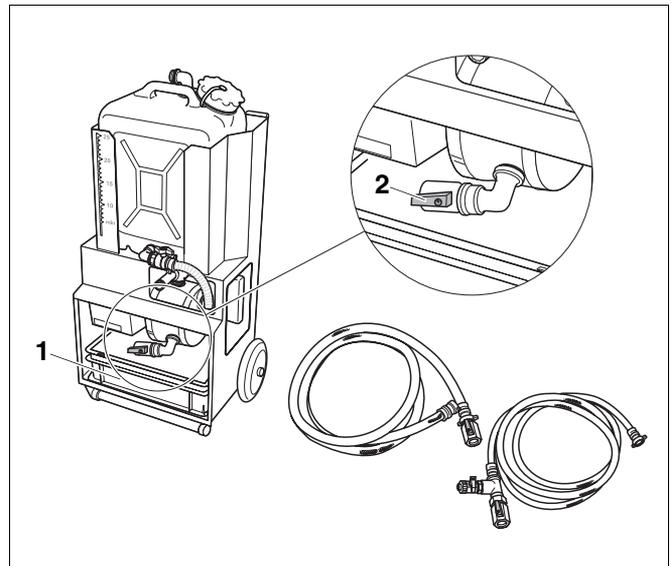

Abb. 33 Befüllstation reinigen
- Öffnen Sie den Ablasshahn (Abb. 33, **Pos. 2**) der Befüllpumpe und lassen Sie diese leer laufen.
- Reinigen Sie die Auffangwanne (Abb. 33, **Pos. 1**).